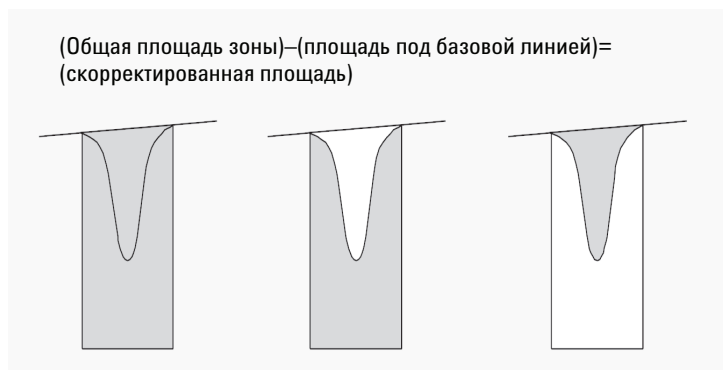

Рисунок 21 Измерение площади отрицательных пиков
- для пиков выявленных по касательной (T), как площадь над обновленной базовой линией,
- для пиков растворителя (S), как площадь над горизонтальным продлением из последней обнаруженной точки базовой линии и под обновленной базовой линией, полученной для пиков выявленных по касательной (T). Пик растворителя может увеличиваться слишком медленно чтобы быть распознанным, или же в ходе анализа возможно появление группы пиков, которую следует обрабатывать как пик растворителя с множеством наездников. Обычно такой пик включает группу слившихся пиков, где один гораздо больше, чем остальные. Простая разметка линией проекции будет завышать результаты обработки последующих пиков, так как они, на самом деле, находятся на заднем склоне первого пика. При принудительном распознавании первого пика как пик растворителя, остальная часть группы отделяется от заднего склона,
- отрицательные пики, которые встречаются ниже базовой линии, имеют положительную площадь, как показано на Рис. 21 на странице 50.